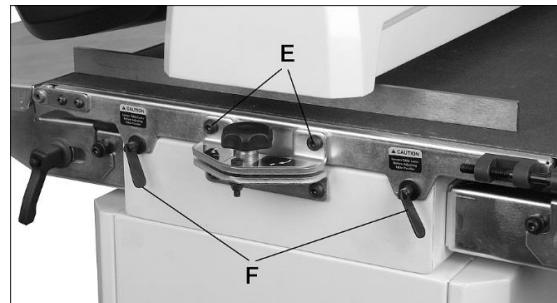

Рис. 9-3
6. Открутите два винта, которые крепят стол транспортера к выравнивающему кронштейну (E, Рис. 9-3).
7. Ослабьте две запорные ручки (F).